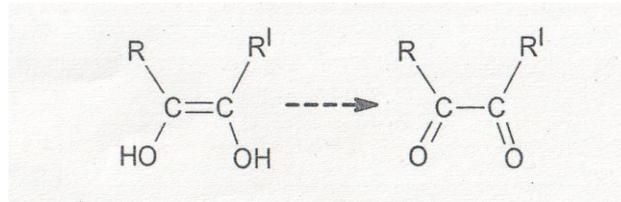

Abb. 2: Unvollständige Reaktionsgleichung der Oxidation
1.2.1 Entwickeln Sie ausgehend von Abbildung 2 über die Teilgleichungen die Redoxgleichung für die Reaktion von Ascorbinsäure mit Sauerstoff! [6 BE]